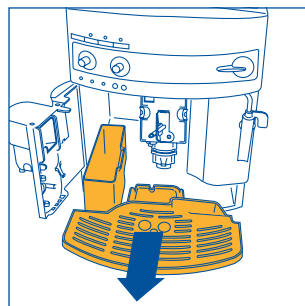

Fig. 16
NOTA 7 : la machine compte le nombre de cafés qu'elle fait. Tous les 14 cafés simples (ou 7 doubles), le voyant ☹ s'allume fixe (chap. 12 point 3) pour avertir que le tiroir est plein de pastilles usées et qu'il faut le vider et le nettoyer. Tant que le tiroir n'est pas nettoyé, le voyant reste allumé et la machine ne peut pas faire de café. Pour effectuer le nettoyage, ouvrez le volet de service sur le devant en tirant la poignée (fig. 15) ; le voyant ☹ commencera à clignoter (voir § 12 point 9) ; sortez l'égouttoir (fig. 16) videz-le et nettoyez-le. Videz et nettoyez soigneusement le tiroir à marc en éliminant tous les résidus déposés sur le fond. Essayez également les éventuelles gouttes de condensation déposées à l'intérieur de la machine sous l'égouttoir. **IMPORTANT:** quand vous sortez l'égouttoir, **VIDEZ TOUJOURS le tiroir à marc, même s'il n'est pas plein. Sans cela, il se peut qu'après, en faisant les cafés, le tiroir se remplisse plus que prévu et que la machine s'engorge de pastilles usées.**
- retirez l'égouttoir et le tiroir à marc (fig. 16) et lavez-les ;